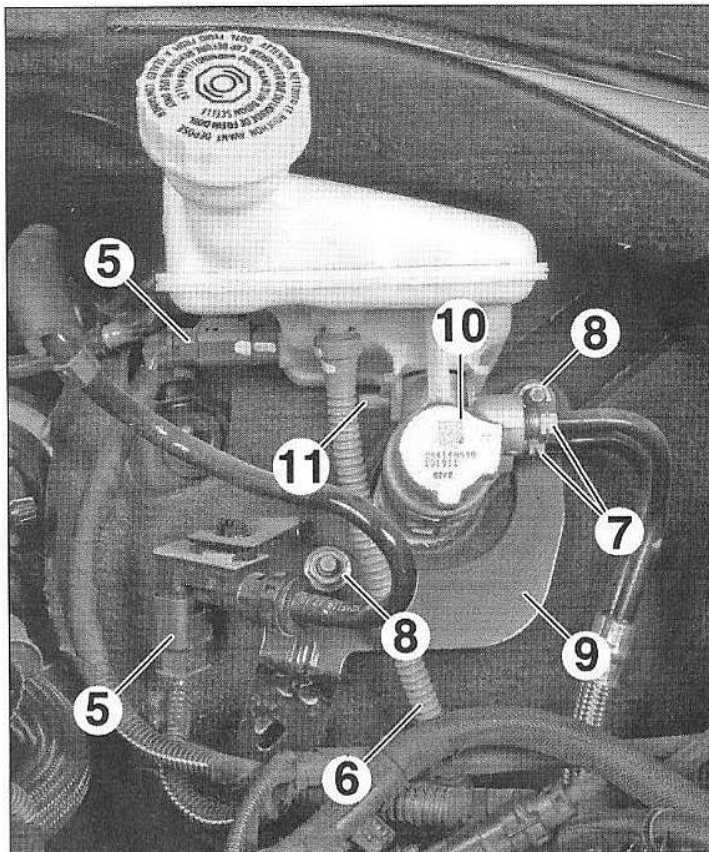

FIG. 16
• Débrancher (Fig.16) :
- les connecteurs (5) et mettre les faisceaux de côté,
- la durit d'alimentation (6) de l'émetteur d'embrayage.
- Dévisser et écarter les raccords de canalisations de frein (7) et repérer leur position.
- Déposer les écrous (8).
- Mettre de côté le support (9).
- le maître-cylindre (10) équipé du réservoir de compensation.
- A l'établi, déposer l'axe (11) pour désolidariser le réservoir de compensation du maître-cylindre.